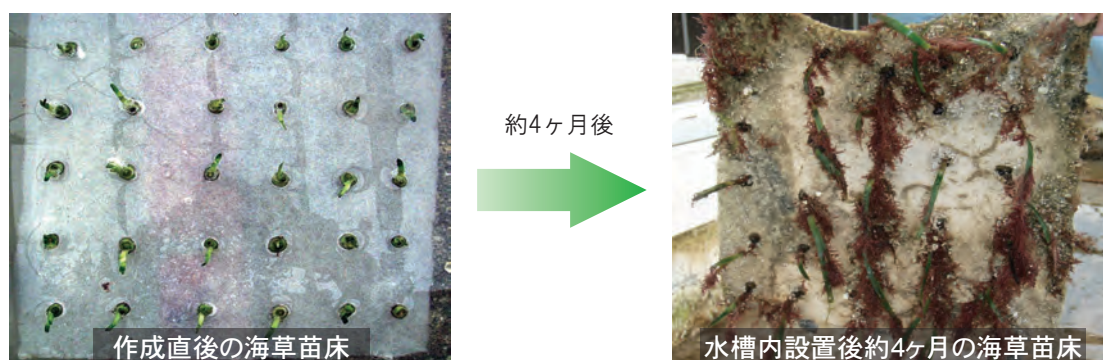

図3 生分解性苗床による生長
生分解性素材を用いて熱帯性海草苗床を作成し、水槽内で生長観察を行ったところ、①水槽内設置後約4ヵ月でリュウキュウスガモの株数は苗床作成時とほぼ同数でしたが、平均葉長は約4cm伸長しました(図3)。また、②海草の根も生分解性素材を突き抜けて底質に活着しました。さらに、③約1ヶ年で生分解性基盤の分解が認められました。